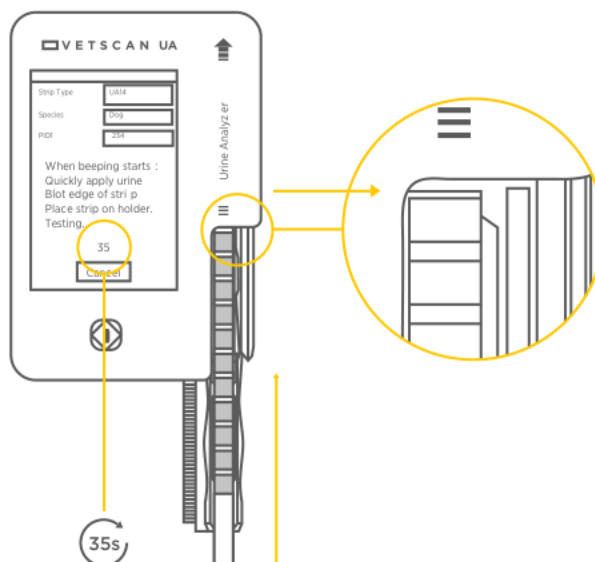

Fig. 14 Inserte la tira en la Bandeja de Tiras.
8. Coloque la tira en la Bandeja de Tiras del VETSCAN UA. El extremo de la tira debe alinearse con el extremo del canal en la Bandeja de Tiras, aproximadamente donde la tapa superior del VETSCAN UA Analizador de Orina está marcada (Fig. 14). **Este paso DEBE completarse antes de que el temporizador llegue a 35, ya que la Bandeja de Tiras comenzará a deslizarse hacia dentro del analizador.** El VETSCAN UA Analizador de Orina cronometrará las reacciones y escaneará cuando sea apropiado.